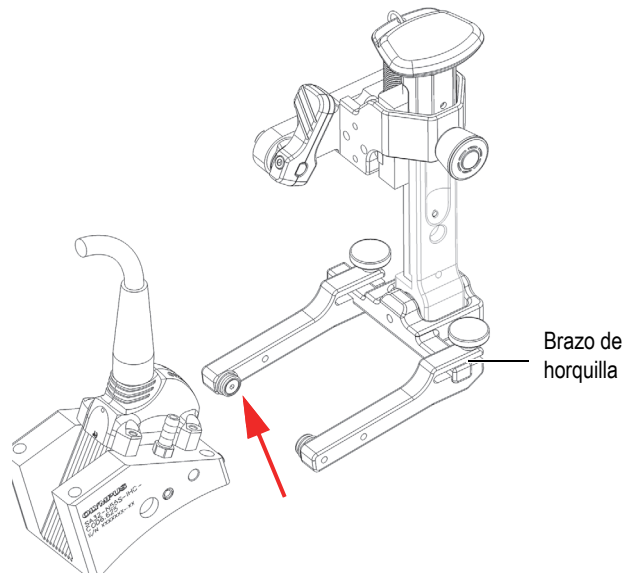

Figura 2-14 Alineación de orificio del pivote de suela (zapata) con el botón de horquilla
3. Para instalar nuevamente un montaje de sonda/suela (zapata), alinee los orificios del pivote de horquilla con los botones del brazo de horquilla que no se ha corrido (ver Figura 2-14 en la página 51).